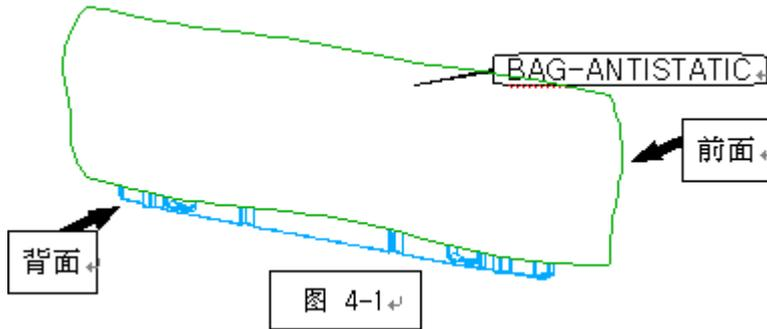

图 4-1
MODULE屏面称为前面，有回路面称为背面。BAG-ANTISTATIC前面是不透明的，背面是透明的。像图4-1。区分好BAG-ANTISTATIC的前背面后套在MODULE上面。
2.7 垂直包装时在图4-1。作业完成后放置CHEMICALS后用粘贴TAPE密封BAG-ANTISTATIC。